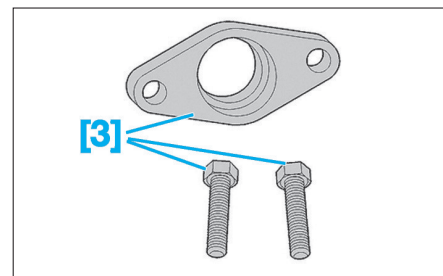

Fig. 33
- [2]. Bride pour décollement de la poulie de pompe d'injection (réf : 0188-R) (Fig.33).